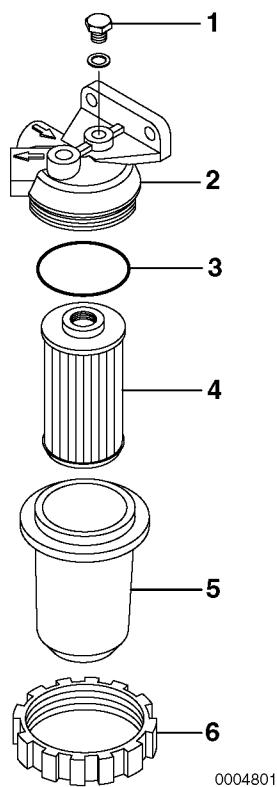

Figura 4
3. Desaperte o parafuso de purga do ar (**Figura 4, (1)**) 2 a 3 voltas.